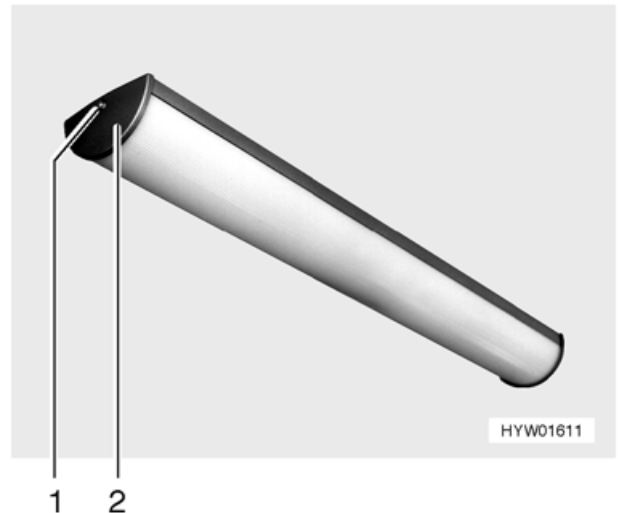

Bild 100 Wohnraumleuchte
- Schraube (Bild 100,1) herausdrehen und Abdeckung (Bild 100,2) abnehmen.